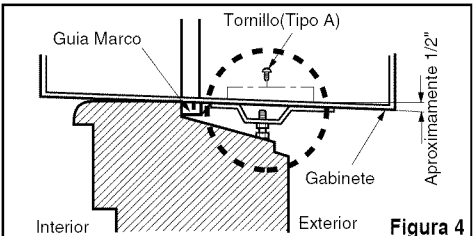

Figura 4
4. Seleccione la posición que ubicará el soporte del alféizar cerca del punto más exterior del alféizar. (Ver Figura 4)
5. Pegue el soporte antepecho a los rieles de la caja en relación a la posición deseada usando dos tornillos Tipo A en cada soporte. (Ver Figura 4)